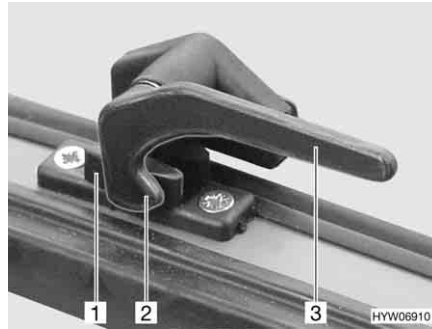

Fig. 64 Levier de verrouillage en position "Fermé"
- Tourner le levier de verrouillage (Fig. 64,3) d'un quart de tour vers le centre de la fenêtre.
- Tourner le levier de verrouillage (Fig. 64,3) d'un quart de tour vers le cadre de la fenêtre. Le tenon de verrouillage (Fig. 64,2) se trouve sur le côté intérieur du verrouillage de fenêtre (Fig. 64,1).
- En position "Fermé" (Fig. 64)